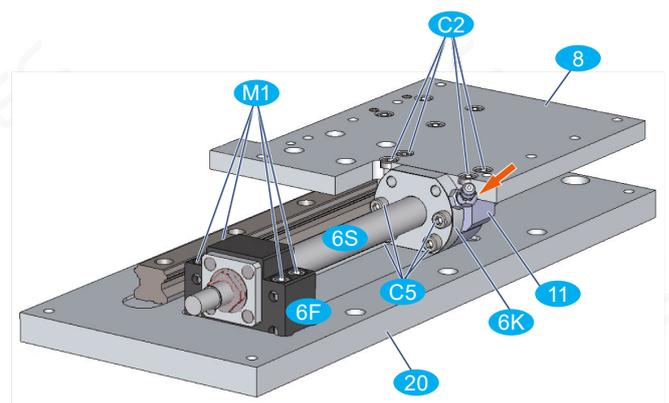

Bild 37: Montage Z-Antrieb
- Vormontierten Z-Antrieb **6** wie in Bild 37 dargestellt auf die Platte Z **20** auflegen; dabei ist Folgendes zu beachten: